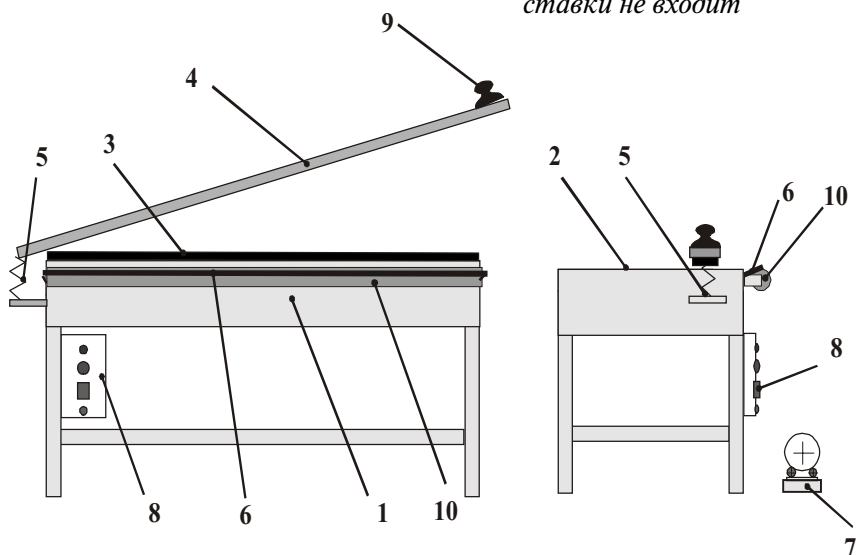
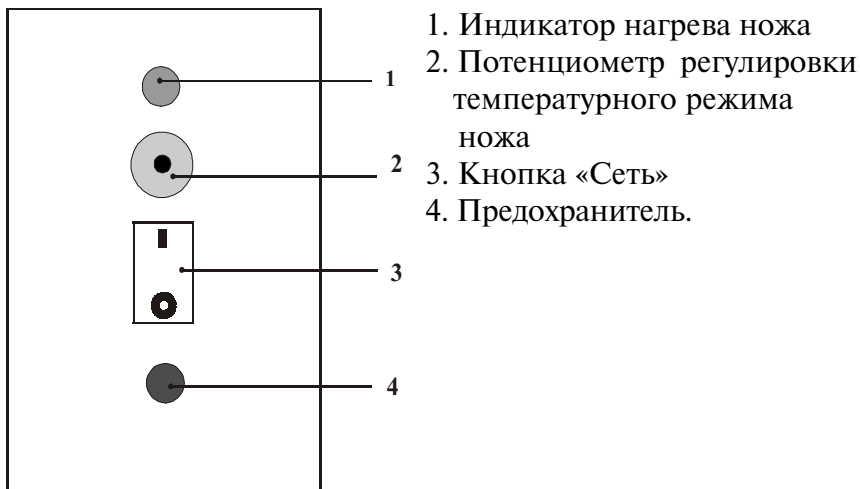

Рис. 1. Состав оборудования ТПЦ-450Н1(Н2,Н3)
рис.2 Панель управления.
Формирователь пленочных пакетов ТПЦ-450Н1(Н2,Н3) (рис.1) представляет собой сборный металлический корпус 1, с рабочим столом 2, сваривающим и отрезающим тефлонизированным термоножом 3 и прижимным рычагом 4, с пружиной 5, на корпусе установлен рассекаватель 6, в комплект поставки входит подставка 7 с двумя параллельными валами, предназначенными для установки на них рулона пленки.
7. Включить тумблер «Сеть» (п.3 рис.2), при этом термонож 3 начинает нагреваться, при этом загорится индикаторная лампа.
В случае, если термонож не сваривает шов или же происходит сильное расплавление пленки (это может произойти в случае использования пленки другого типа или толщины), то необходимо изменить настройку температуры терморегулятора термоножа (п.2. рис.2.) Регулятор находится на блоке управления 8 аппарата (рис.1).
Если необходимо увеличить температуру, регулятор следует повернуть (нож должен быть уже нагрет до рабочей температуры) так, чтобы индикатор (п.1 рис.2) рядом с регулятором загорелся (когда температура ножа превышает установленное значение, индикатор гаснет, и нож автоматически отключается).